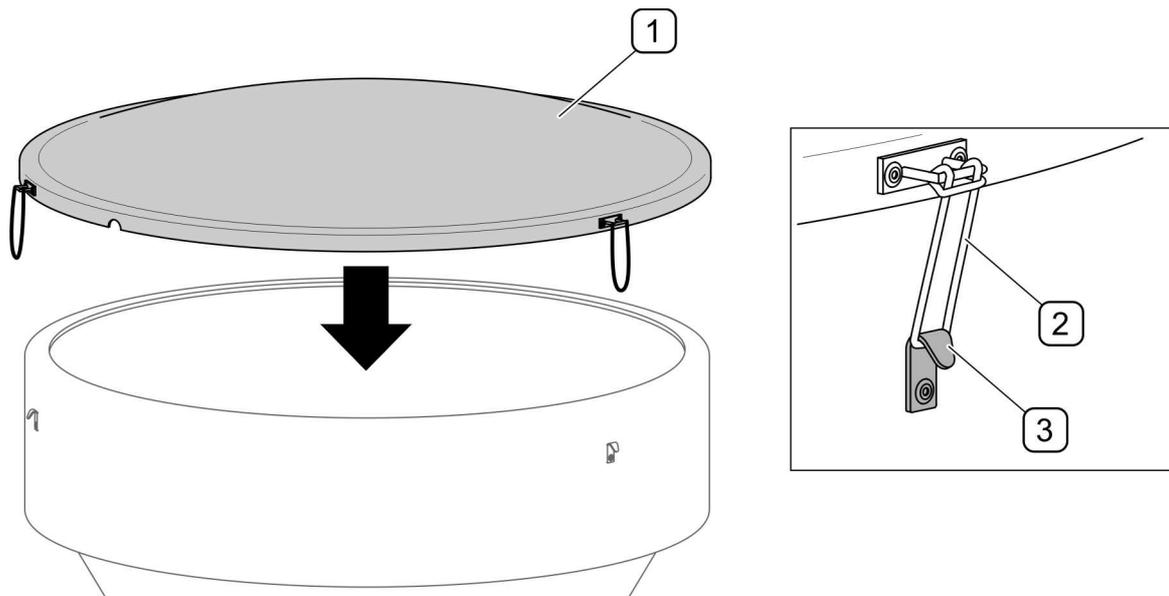

Abb. 4.10 Behälterabdeckung (Option)
(1) - Steckanschlüsse der Schnellkupplungen; (2) - Abdeckkappen; (3) - Halterung für die Hydraulikleitungen;
Optional kann die Maschine mit einer Behälterabdeckung (1) mit Gummibändern (2) ausgestattet werden die als Befestigung für die Haken (3) am Behälterter der Maschine dienen. Die Art der Befestigung in Abhängigkeit von der Art des Behälters ist auf Abb. 4.10 dargestellt.